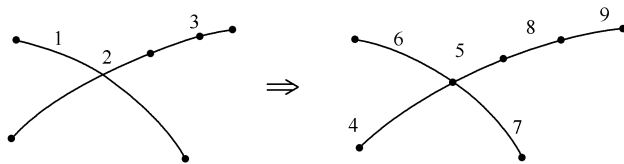

图 2-26 线的分块连接示意图
(1) 线的分块连接：生成多条线，其示意图如图 2-26 所示。